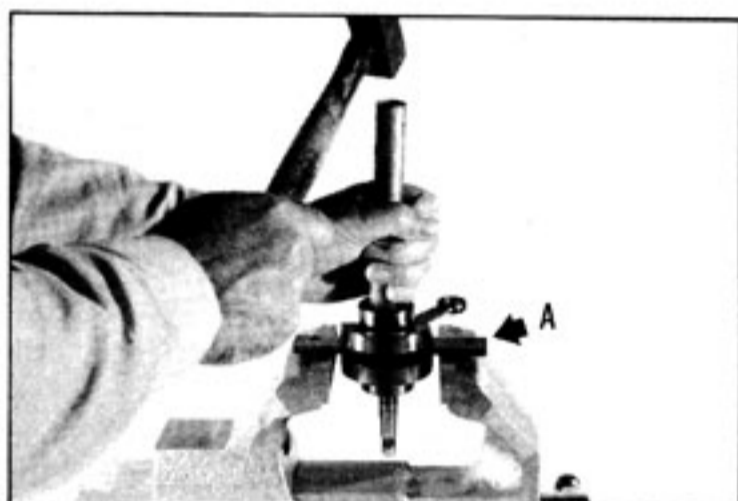

FIG. 42
- Enfoncer le roulement bien à fond à l'aide du tube référence 1486, (Fig. 42).
- ★ *Using bearing installer, P.N. 1486, fully insert the bearing (Fig. 42).*